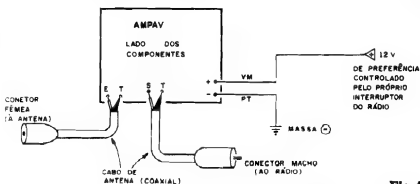

Fig. 4
- FIG. 4 - CONEXÕES EXTERNAS À PLACA - São muito simples as ligações e contatos externos à placa do AMPAV, conforme detalha a figura, que mostra ainda a face não cobreada do Impresso (só que agora "visualmente livre" dos componentes, já demonstrados na figura anterior, para não "embananar" a interpretação...). Os pontos fundamentais restringem-se à perfeita polarização de todas as ligações... A entrada de alimentação deve ser cuidadosamente demarcada, usando-se cabo vermelho para o positivo, e preto para o negativo ("terra" ou massa...), conforme é convencional. As conexões de sinal (Entrada e Saída) devem ser feitas com o cabo coaxial próprio, lembrando sempre que aos pontos "I" são ligadas as "malhas" dos cabos, enquanto que os condutores "vivos" (internos aos cabos, isolados da "malha") vão, respectivamente, aos pontos "E" e "S"... Na terminação dos ditos cabos coaxiais, devem ser aplicados conectores apropriados, sendo um "fêmea" (jaque) no cabo de